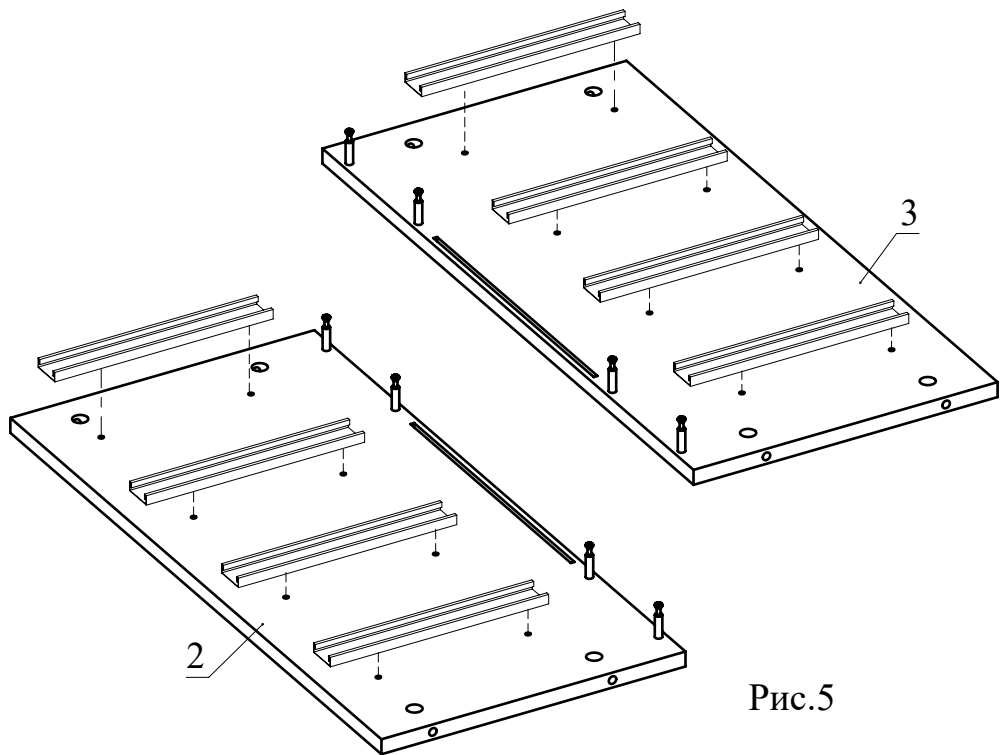

Рис.5
4. Отсоедините от основания телескопических направляющих внутренние планки, отогнув пластиковый рычажок фиксатора (Рис. 4). Основания телескопических направляющих закрепите на деталях 2, 3 винтами М5x8 (Рис. 5). !!! Приложите телескопическую часть отверстиями к отверстиям на боковине так, чтобы они были отцентрованы относительно друг друга. Вкрутите винты М5x8 с помощью шуруповерта, приложив немного усилий. **Внимание:** винт М5x8 должен заходить с натягом для максимально плотной фиксации телескопических направляющих.